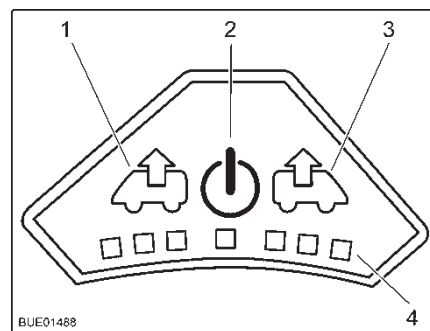

Fig. 86 Cuadro de mando del ventilador
- Pulsar la tecla On/Off (Fig. 86,2). El ventilador funciona en el modo confort (extracción con la velocidad más baja del ventilador).
- Para aumentar la velocidad del ventilador: Pulsar la tecla de extracción (Fig. 86,1). La velocidad del ventilador aumenta un nivel en el sentido de extracción de aire. Los LED (Fig. 86,4) muestran los niveles de ajuste.
- Para disminuir la velocidad del ventilador: Pulsar la tecla de ventilación (Fig. 86,3). La velocidad del ventilador disminuye un nivel.
- Para aumentar la velocidad del ventilador: Pulsar la tecla de ventilación (Fig. 86,3). La velocidad del ventilador aumenta un nivel en el sentido de ventilación. Los LED (Fig. 86,4) muestran los niveles de ajuste.
- Para disminuir la velocidad del ventilador: Pulsar la tecla de extracción (Fig. 86,1). La velocidad del ventilador disminuye un nivel.
- Pulsar la tecla On/Off (Fig. 86,2). El ventilador se detiene, los LED se apagan.